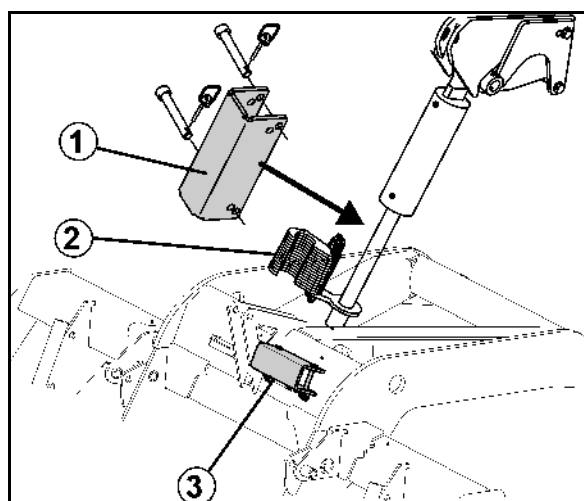

Fig. 10
- Mekanisk sikring af trækstangscylinderen (Fig. 10/1) mod utilsigtet nedsænkning af tænderne ved vedligeholdelsesarbejder
2. Drej alle afstandselementer (Fig. 10/2) væk fra stempelstangen.
3. Tag sikringen ud af parkeringspositionen (Fig. 10/3).